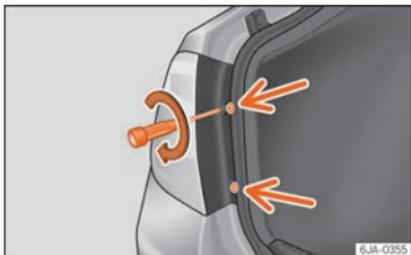

Abb. 103 Heckleuchteneinheit einbauen
- Ziehen Sie mit einem Einsteck-Schraubendreher oder einem T20 Torx-Schlüssel (im Uhrzeigersinn drehen »» **Abb. 103**) die beiden Befestigungsschrauben des vorderen Bereichs der Leuchte fest.